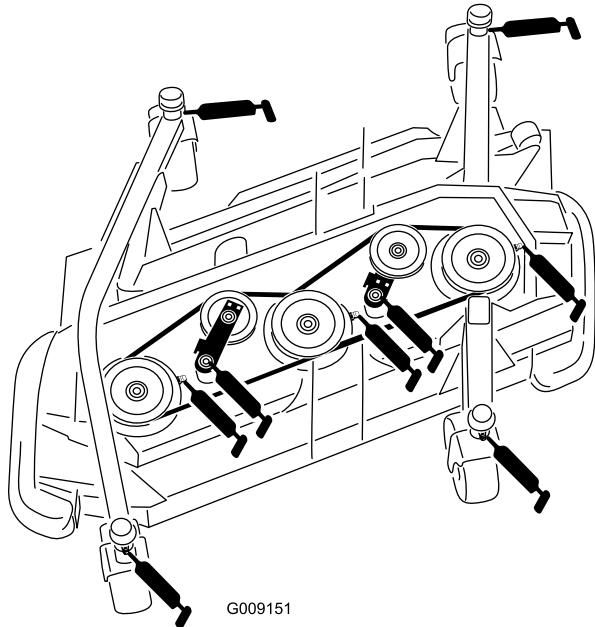

図 54
- キャスタフォークのシャフトのベアリング4ヶ所図54。
- スピンドルシャフトのベアリング3ヶ所スピンドルハウジング図54
- アイドラアームのピボットのブッシュ2ヶ所アイドラピボットのシャフト図54